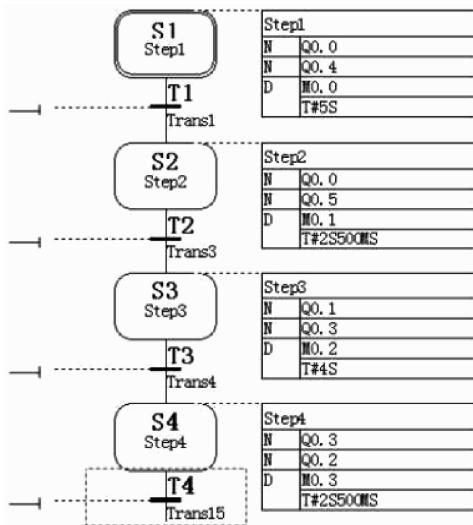

图 6-12 “步”动作
4) 按照同样方法把每一“步”的动作框编写完整，如图6-12所示。